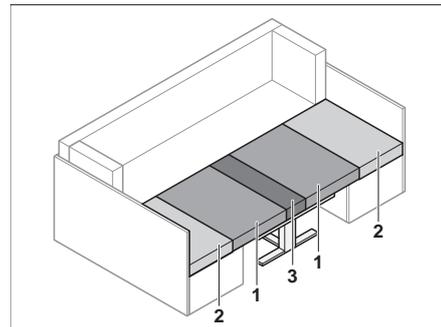

Bild 74 Nach dem Umbau
- Die Rückenpolster (Bild 74,2) abnehmen.
- Die Sitzpolster (Bild 74,1) zur Mitte ziehen.
- Die Rückenpolster (Bild 74,2) zwischen die Sitzpolster (Bild 74,1) und die Außenwand legen.
- Das Zusatzpolster (Bild 74,3) zwischen die Sitzpolster (Bild 74,1) auf den Tisch legen.